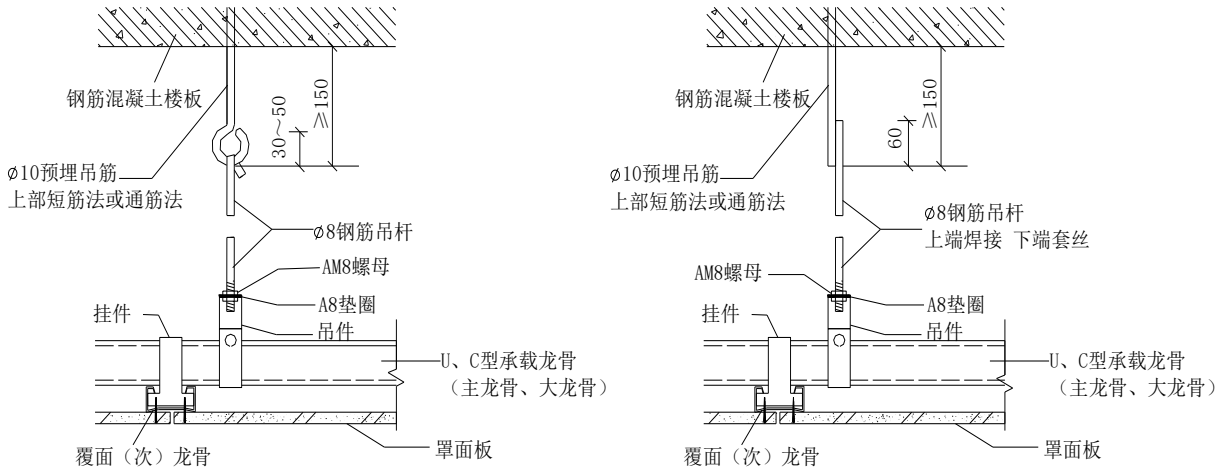

图 3.2.2.2(1) 上人吊顶吊点紧固方式及悬吊构造节点
3.2.2.2 吊杆与主龙骨的连接以及吊杆与上部紧固件的连接如图 3.2.2.2(1)和图 3.2.2.2 (2)